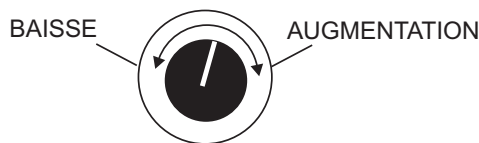

Figure 21. Bouton du Régulateur de Tension (139V/240V)
3. Tournez le bouton du régulateur de tension (Figure 21) dans le sens horaire pour augmenter la tension nominale; tournez-le dans le sens antihoraire pour diminuer cette dernière.